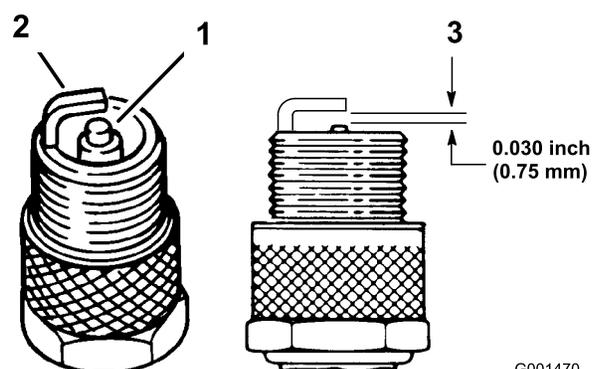

Figura 40
1. Controllate il centro della candela (Figura 40). Se l'isolatore è di color marrone chiaro o grigio, il motore funziona correttamente. Una patina nera sull'isolatore significa in genere che il filtro dell'aria è sporco.
3. Controllate la distanza tra gli elettrodi centrale e laterale (Figura 40). Piegare l'elettrodo laterale (Figura 40) se la distanza non è corretta.
3. Collegate il cappello alla candela (Figura 40).